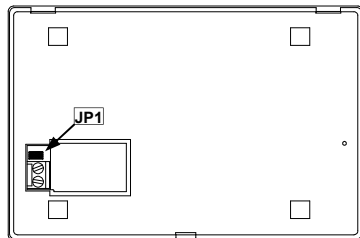
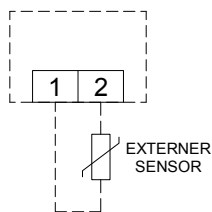

Abb. 4
Abb. 5
4. Nutzen Sie die Zusatzfunktion eines externen Temperatursensors, so führen Sie die Anschlussleitungen wie in Abb. 2 dargestellt durch die Wandhalterung. Beachten Sie das Anschlusschema für das Herstellen der elektrischen Verbindung (siehe Abb. 5). Je nach Anwendung muss der Jumper JP1 (Abb. 4) entfernt werden, lesen Sie hierzu den Abschnitt "INBETRIEBNAHME".